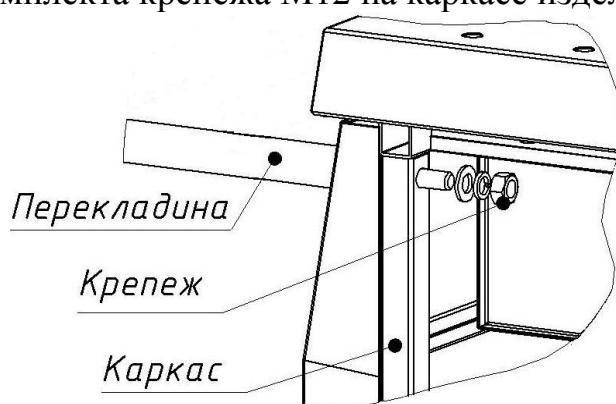

Рис.8 – Установка перекладины
- установите перекладины резьбовыми осями в отверстия на фронтальной стороне изделия так, чтобы монтажные отверстия поперечин «смотрели» вверх, и закрепите их с помощью комплекта крепежа M12 на каркасе изделия (рис.8);